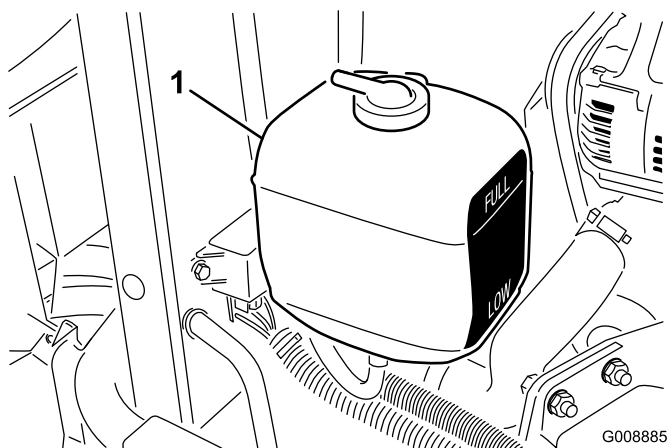

Figura 24
1. Compruebe el nivel de refrigerante del depósito de expansión (Figura 24). Con el motor frío, el nivel del refrigerante debe estar aproximadamente en el punto medio entre las marcas del lateral del depósito.